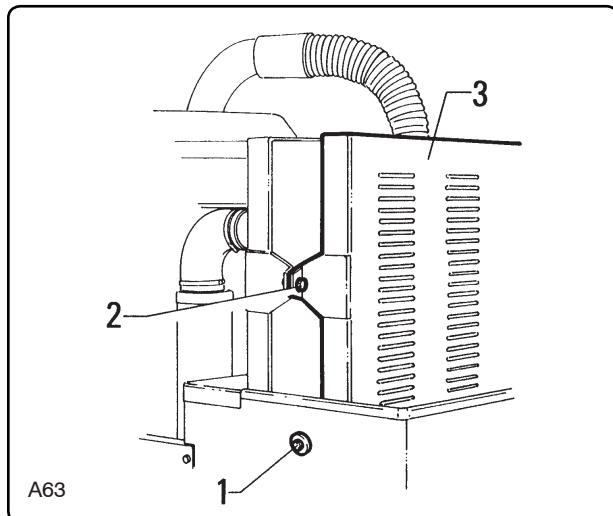

Fig. 8.5.3
- Inserire il filtro all'interno della camera filtrante "3" fig. 8.5.3, quindi montarvi il coperchio "1" e bloccarlo mediante i due ganci di chiusura "2".
#### **8.5.2 - Sostituzione del filtro assoluto montato in soffiaggio fig. 8.5.3**
- Fit the filter into filtering chamber "3" fig. 8.5.3 then mount cover "1" and lock it in place with the two closing hooks "2".
#### **8.5.2 - Replacing the absolute filter fig. 8.5.3**
- Replacez le filtre à l'intérieur de la chambre filtrante "3" fig. 8.5.3, puis le couvercle "1" et bloquez avec les deux crochets "2" de fermeture.
#### **8.5.2 - Remplacement du filtre absolu monté en soufflage fig 8.5.3**
- Den Filter in die Filterkammer "3" Abb. 8.5.3 legen und den Deckel "1" darauf montieren, um ihn mit den beiden Verschlußhaken "2" zu blockieren.
#### **8.5.2 - Ersetzendes absoluten Filters in der Druckleitung (Abb. 8.5.3) (nur Export)**